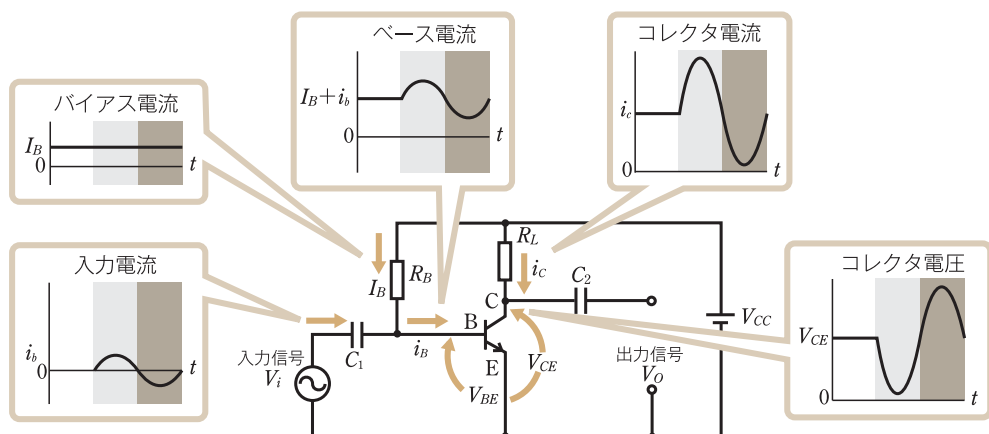

図 12 固定バイアス回路を用いた増幅回路
図 11 は、npn 形トランジスタのエミッタ接地増幅回路である。このような回路では、入力信号が正または負に変化しても、ベース電流  $i_B$  は正の半波しか流れない。そこで正、負の全サイクルを増幅するために、無信号のときでもベースに電流を流しておく必要がある。この電流をバイアス電流①とよぶ。図 12 の回路は、固定バイアス回路②とよばれ、動作原理は、①～③のようになる。
① 無信号のときでも、電源  $V_{CC} \rightarrow$  抵抗  $R_B \rightarrow$  ベース B というようにバイアス電流を流しておく。
② 入力信号が正の半波のときは、バイアス電流に入力信号からの電流が加わるのでベース電流  $i_B$  が増える。
③ 入力信号が負の半波のときは、バイアス電流と入力信号からの